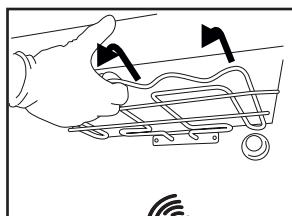
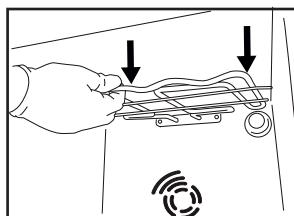

Fig. 1
Fig. 2
- Dra ut värmeelementet en aning (*Fig. 1*) och sänk det (*Fig. 2*).